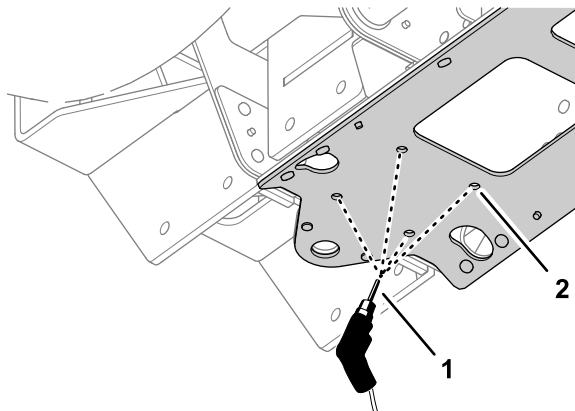

Bild 51
7. Bohren Sie vier 10 mm große Löcher an den in Schritt 6 ausgestanzten Markierungen in die mittlere Kanalplatte, wie in **Bild 51** dargestellt.